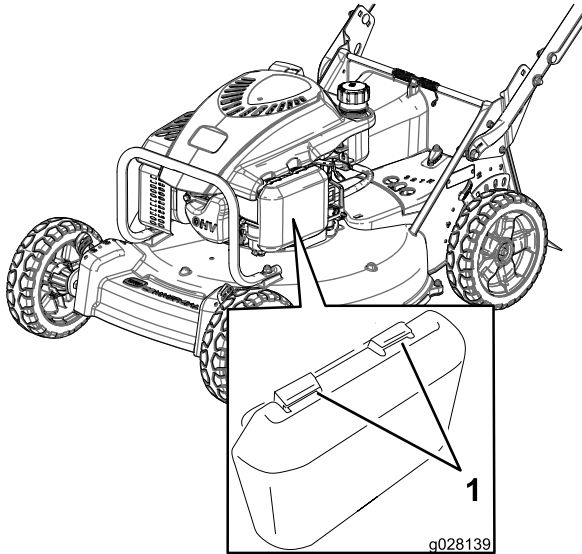

Figura 17
1. Presione hacia abajo los cierres de la parte superior de la tapa del limpiador de aire (Figura 17).
3. Retire el filtro de aire de papel y el pre-filtro de gomaespuma (Figura 17).